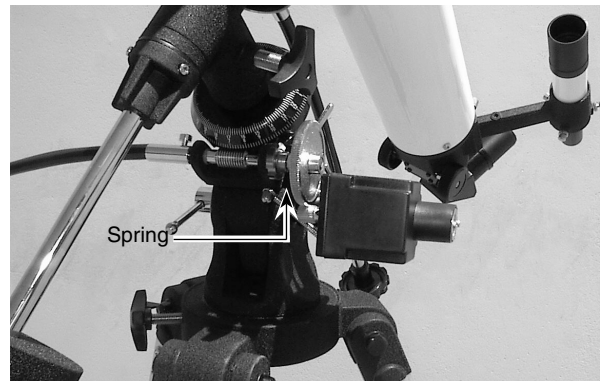

Abbildung 6. Korrekt an der EQ-2-Montierung installierter EQ-2M-Motor.
4. Verbinden Sie die Feder (**Abbildung 6**) am Motorgehäuse mit der Rändelschraube unterhalb des Schneckengetriebes für die RA-Achse an der parallaktischen Montierung. Drehen Sie dazu zuerst die Rändelschraube etwa um fünf Umdrehungen heraus. Ziehen Sie nun an der Feder und schieben Sie den Endring über den Kopf der Rändelschraube und auf das Gewinde. Wenn Sie Probleme damit haben, die Feder mit den Fingern in die Länge zu ziehen, versuchen Sie es mit einer Zange.
Der Motor ist nun korrekt an der EQ-2-Montierung installiert und sollte so aussehen wie in **Abbildung 6** gezeigt.